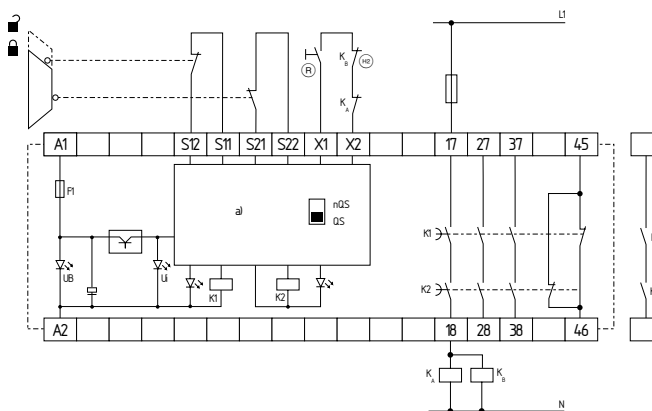

Fig. 4
Controllo a due canali, rappresentato utilizzando l'esempio di un sistema di sorveglianza porta con due interruttori di posizione, di cui uno con contatto ad apertura obbligata; pulsante di Reset esterno (R) (vedere Fig. 4)
- (R) = circuito di ripristino